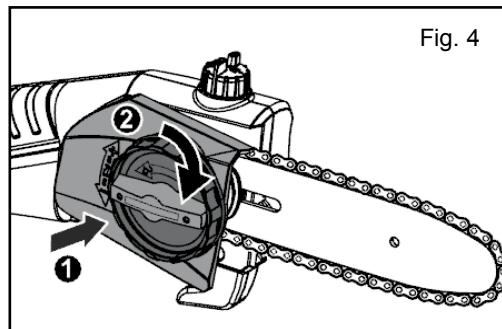

Fig. 4
- Coloque la tapa (Fig. 4 ①) y apriétela con la perilla de bloqueo (Fig. 4 ②).